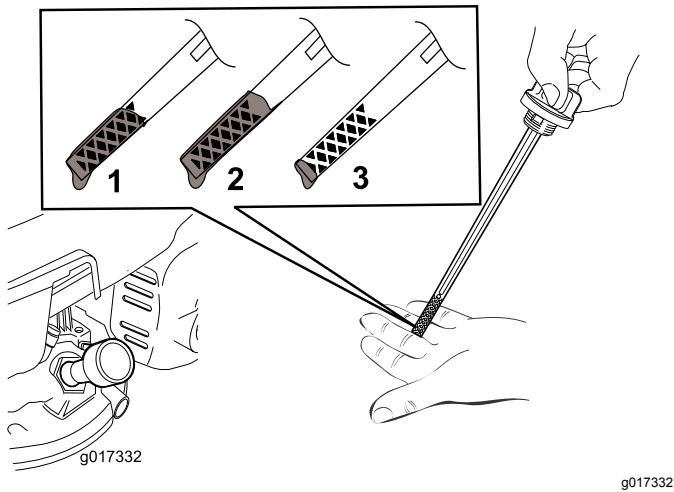

图6
2. 拆下量油尺 (图6)。
**注意** 向发动机曲轴箱添加机油直到量油尺显示机油油位达到 图6 中所示的正确位置。如果发动机加注机油过多则需要按照 更换机油 (页码 12) 的说明去除多余机油。